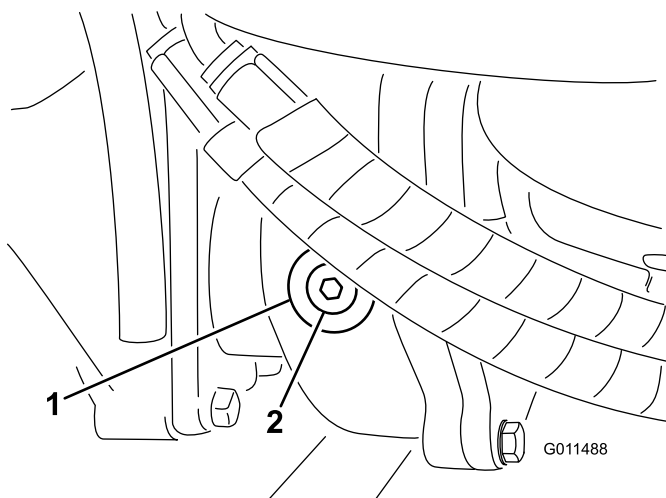

Figura 65
2. Retire o tampão de verificação/enchimento que se encontra na zona esquerda da caixa de engrenagens e certifique-se de que existe lubrificante até ao fundo do orifício (Figura 65).